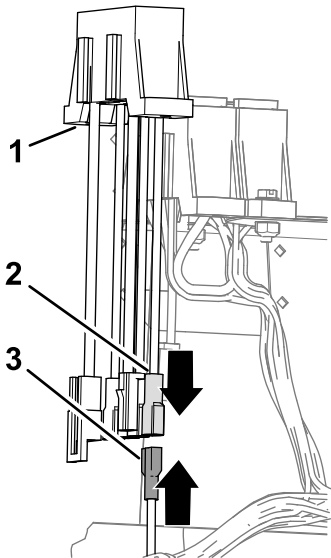

Bild 22
- Schließen Sie den Flachstecker des Kabelbaums für das Finishingkit am Buchsen-Stecker des Hilfssicherungskastens an (Bild 22).